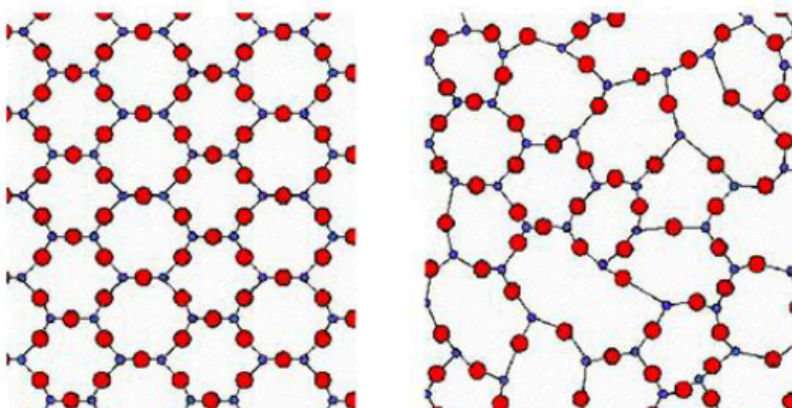

Рис. 5,4. Кристалічні ґратки SiO2
Різниця у типі хімічного зв'язку кристалів обумовлює суттєві відмінності фізичних і хімічних властивостей речовин з іонною, атомно-ковалентною, атомно-металічною та молекулярною ґраткою. Наприклад, речовини з атомно-ковалентною ґраткою відрізняються великою твердістю, а з атомно-металічною – пластичністю. В залежності від зовнішніх умов одна і та сама тверда речовина може мати різні за симетрією та структурою кристали. Здатність твердої речовини існувати у вигляді двох або декількох кристалічних структур називається поліморфізмом. Різні кристалічні структурні форми речовини називаються поліморфними модифікаціями. Явище поліморфізму дуже розповсюджене. Майже всі речовини при певних умов можуть бути отримані у різних модифікаціях. Наприклад, модифікації сполук Карбону: алмаз (координаційна ґратка), графіт (шарова структура), карбін (ланцюгова структура). Поліморфні перетворення можуть супроводжуватись суттєвими змінами типу хімічного зв'язку. Алмаз має всі ковалентні зв'язки, графіт у середині шару – ковалентно-металічні, між шарами – молекулярні (рис. 5,2.). Внаслідок цього поліморфні модифікації відрізняються за фізичними властивостями. Графіт чорного кольору, непрозорий, м'який, проводить електричний струм. Алмаз – найтвердіша природна речовина, прозорий, електричний струм не проводить. Іноді поліморфні модифікації відрізняються за хімічними властивостями.
Рентгеноструктурні дослідження показують, що аморфний стан подібний до рідкого, тобто характеризується неповною впорядкованістю взаємного розташування частинок. На рис. 5,4, б наведена структура склоподібного силіцій(IV) оксиду. Як видно, впорядковане взаємне розташування структурних одиниць, характерне для кристалічного  $SiO_2$  (рис. 5,4, а), у склоподібного  $SiO_2$  строго не витримується. Внаслідок цього зв'язки між структурними одиницями нерівноцінні. Тому у аморфних тіл немає певної температури плавлення – в процесі нагрівання вони поступово розм'якшуються і плавляться. Температурний інтервал цих процесів для силікатного скла, наприклад, становить  $200^\circ$ .